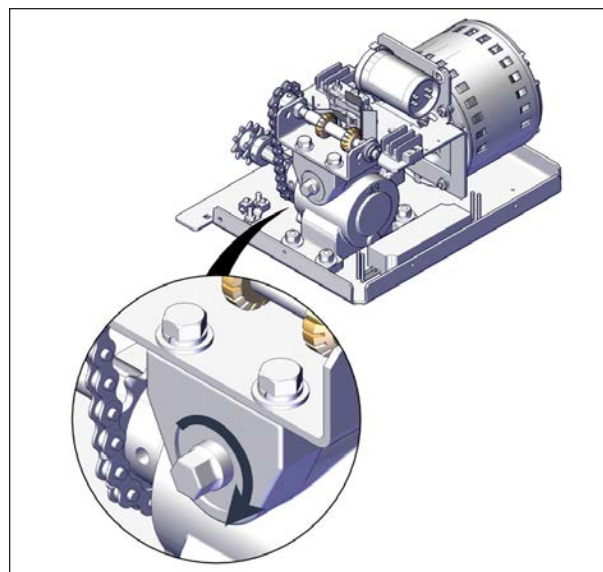

FIGURE 65: ARBRE D'EXTENSION DE L'OPÉRATEUR
3. Utiliser une clé à rochet et une douille 13 mm (1/2 po) pour soulever ou abaisser le couvercle en tournant l'arbre d'extension de l'opérateur, voir Figure 65.